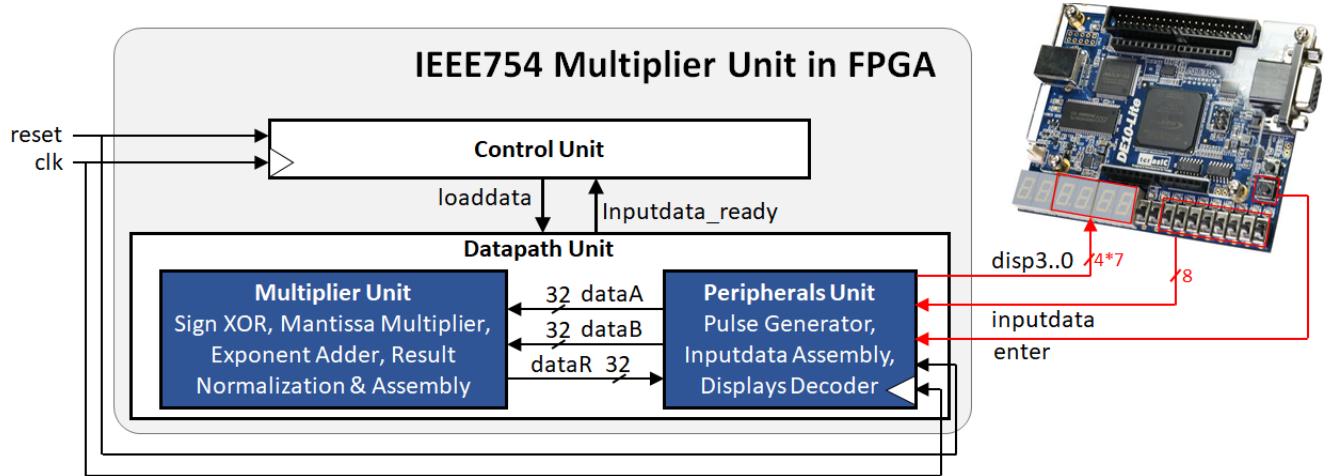

Fig. 1: Diagrama de bloques para el sistema
A continuación se indican las especificaciones que el grupo de trabajo deberá considerar para el diseño e implementación del circuito digital, representado en la Fig. 1:
- El diseño del circuito digital debe incluir los dos bloques que se muestran en la Fig. 1: Control y *Datapath*.